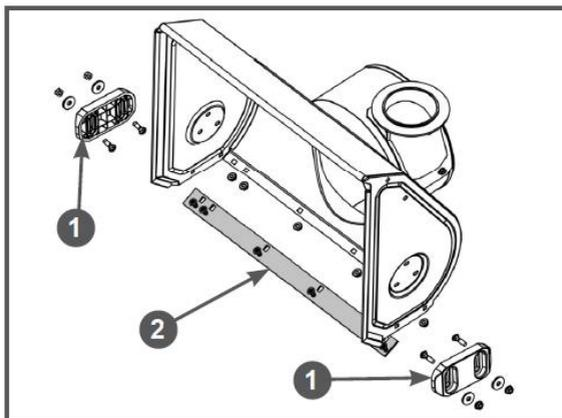

Рис. 18 Обслуживание ковша снегоборщника
1. Открутите гайки крепления полозков поз.1 (Рис.18) и снимите полозки с ковша.
2. Установите новые полозки и закрепите их четырьмя болтами и гайками (Рис.18). Перед окончательной затяжкой гаек отрегулируйте высоту забора снега.
Для наглядности на Рис.18 ковш показан без шнеков, редуктора и валов.
1. Открутите гайки крепления и снимите нижнюю накладку поз.2 с ковша (Рис. 18).
2. Установите новую нижнюю накладку и закрепите ее болтами и гайками (Рис. 18).